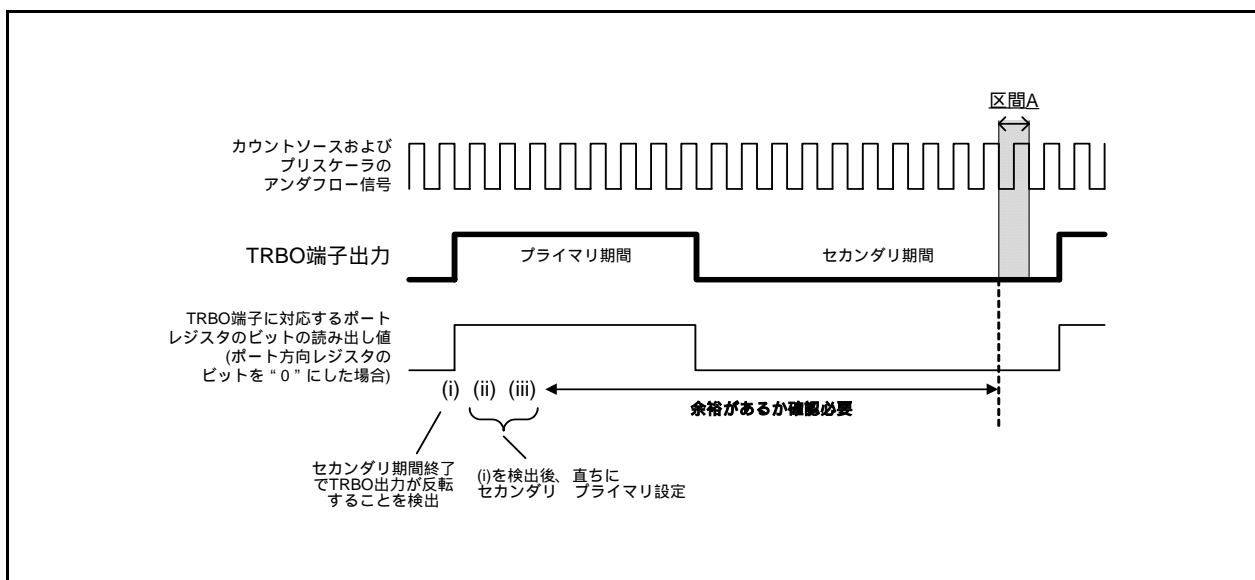

図21.3 対策例(b)のTRBO端子出力値を読む例
- (1) カウント中(TCSTFビットが“1”)にTRBPRESレジスタ、TRBPRレジスタに書き込む場合は、下記の点に注意してください。
- (2) カウント中(TCSTFビットが“1”)にTRBSCレジスタ、TRBPRレジスタを変更する場合は、タイマRB割り込み等でTRBO出力周期に対して同期を取り、同一出力周期内で一度だけ行うようにしてください。また、図21.2および図21.3の区間Aで、TRBPRレジスタへの書き込みが発生しないことを確認してください。
図21.3に示すようにTRBO端子の出力レベルからプライマリ期間の開始を検出し、プライマリ期間の開始直後に、TRBSCレジスタ、TRBPRレジスタへ書いてください。書き込みは区間Aまでに終了させてください。なお、TRBO端子に対応するポート方向レジスタのビットを“0”(入力モード)に設定し、ポートレジスタのビットの値を読むと、読んだ値はTRBO端子の出力値になります。